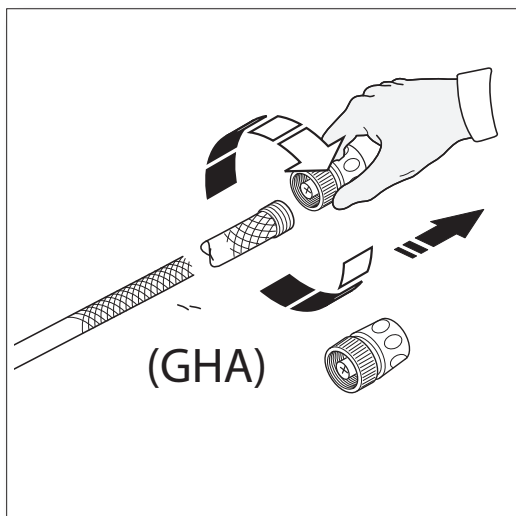

Fig. 15
- Conecte el adaptador de la manguera de jardín al final de la manguera de jardín (**Fig. 15**).